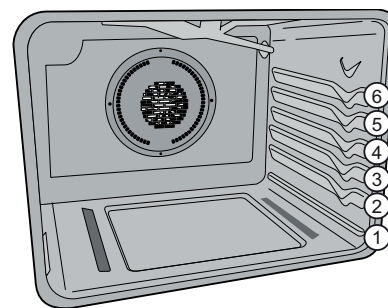

Figure 14 : Emplacement des grilles pour la cuisson
- Pour de meilleurs résultats lors de la cuisson des gâteaux ou des biscuits sur deux grilles, voir à les placer en position 3 et 5 (voir Figure 14).